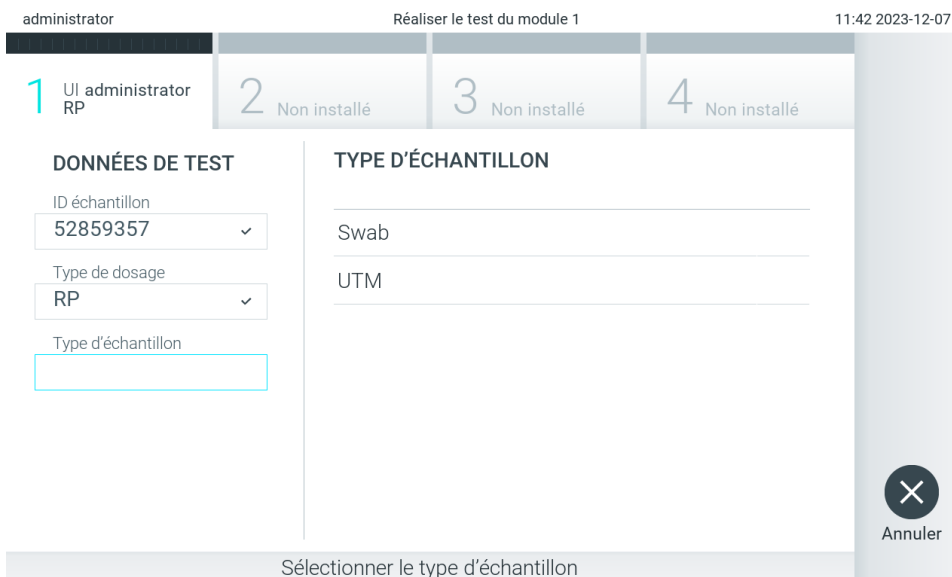

Figure 25. Sélection du type d'échantillon.
4. Si nécessaire, sélectionnez le type d'échantillon approprié dans la liste (figure 25).